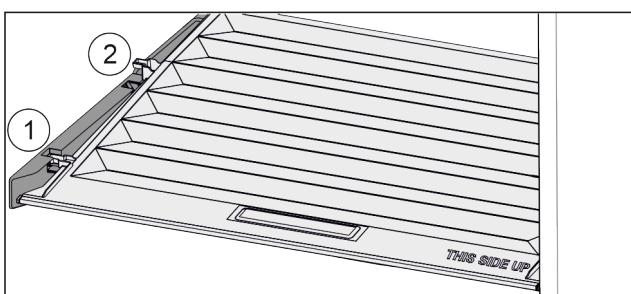

Fig. 40
- Poklopac do otvora u pridržnim dijelovima povucite prema naprijed Fig. 40 (1).
- Podignite ga odozdo sa stražnje strane i izvadite prema gore Fig. 40 (2).